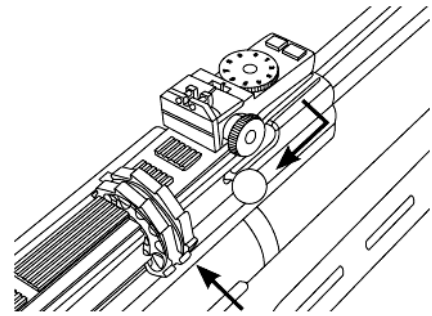

Fig. 10
- Placer det fyldte magasin i magasinhuset og lås magasinet ved at trække frigivelsesbolten, som er fjederbelastet, nedad og føre den tilbage og på plads. (Fig.10). Hvis det er nødvendigt, roteres magasinet mod uret, indtil dens bevægelse fastholdes af magasinets stop.